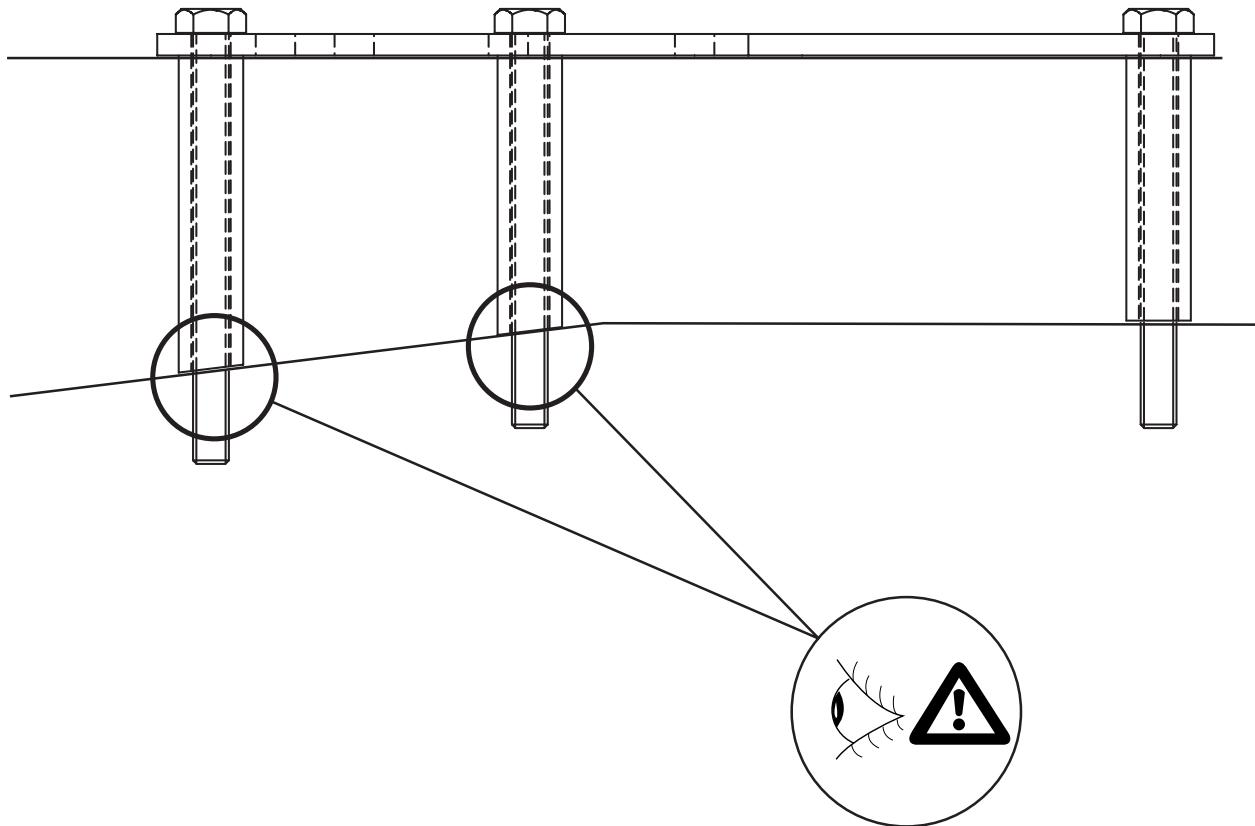

Fig.5
11. Anbring spændpladerne og fastsnærene over hulletne og anbring hældenden i det top bordede hul. Se fig. 5.